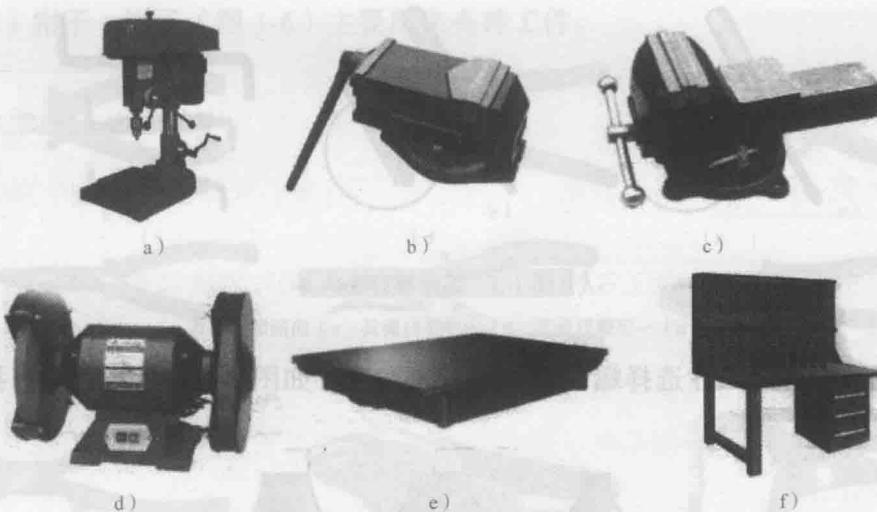

图 1-1 钳工实习场地中的主要设备
- 2) 钳工实习的主要设备有台钻、平口钳、台虎钳、砂轮机、划线平板和钳工工作台等，如图 1-1 所示。